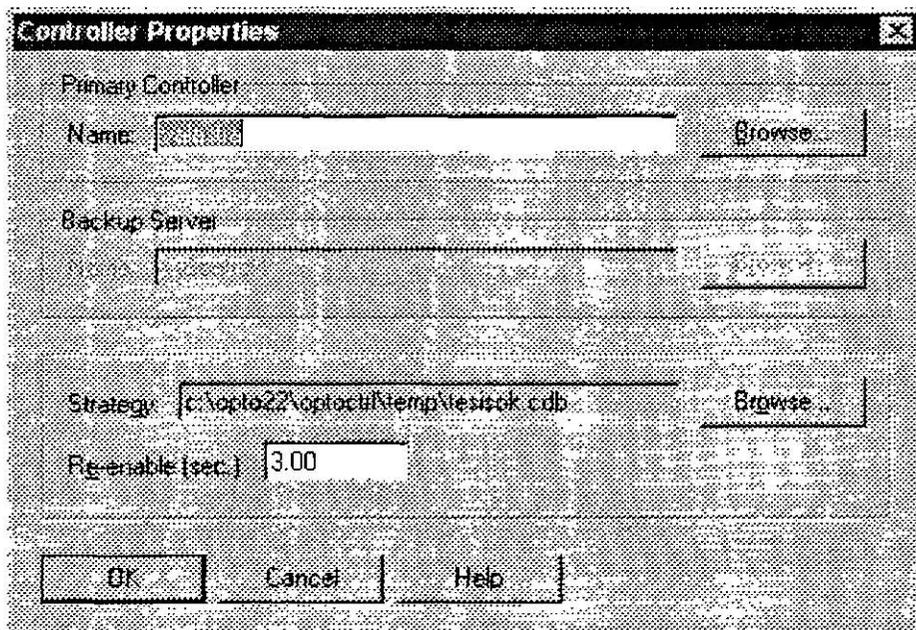

Fig. 2.4.5. Propiedades del Controlador.
- Ventana principal del Runtime (Fig. 2.4.5).